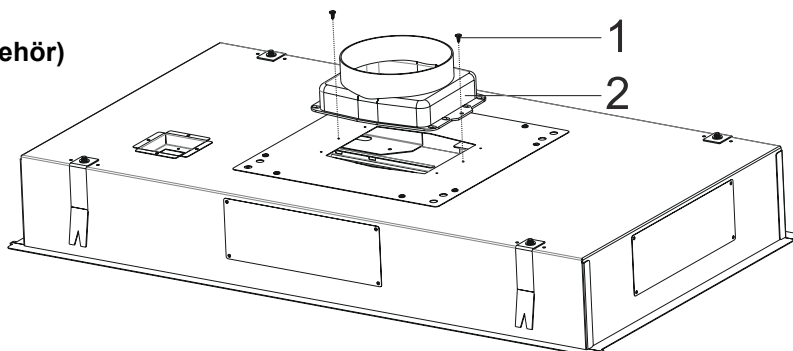

Fig. 32
**15.** ► Placera nu Ø150mm utsugsadaptorn med returspjäll ovanpå täckplattan med utsugshålet och skruva fast den med 2 st 3,5x9,5 skruvar (Fig. 32).